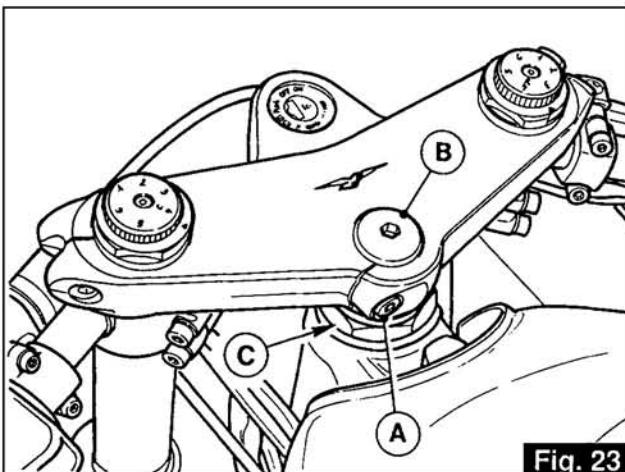

Fig. 23
5.4 RÉGLAGE DE LA DIRECTION (fig. 23)
5.4 EINSTELLUNG DER LENKUNG (Abb. 23)